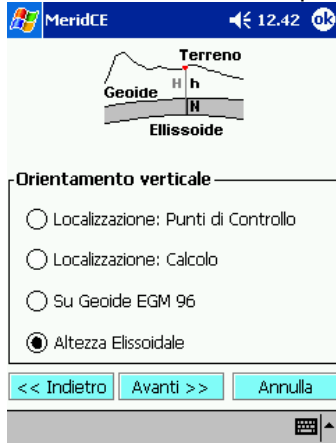

fig. 91
10. se non avete punti di quota nota potete selezionare **Altezza Ellissoidale** (fig. 91), oppure attivare **Localizzazione: Calcolo** per assegnare ad un punto battuto la quota desiderata.